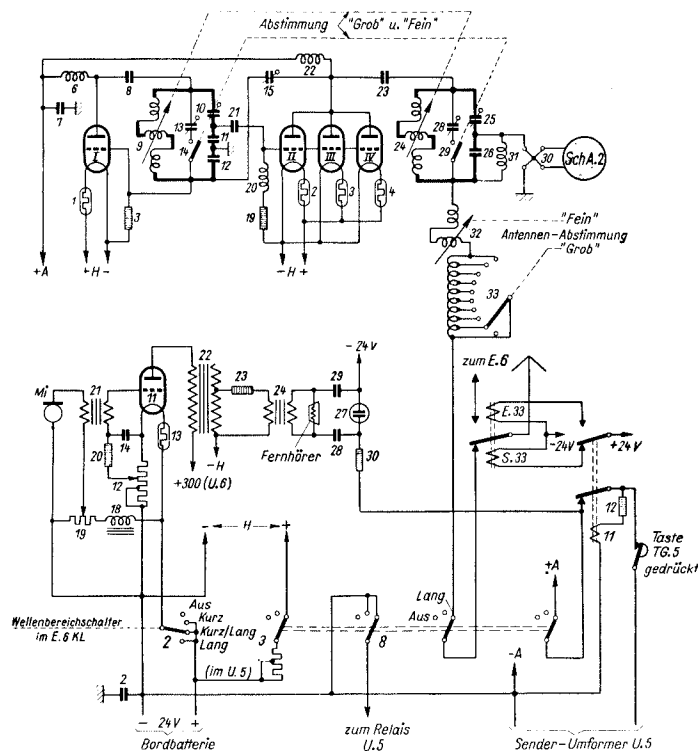

Abb. 6 Schaltplan zu Sender S. 7 KL, Lang.
Für Inbetriebsetzung des Langwellenteils von Sender S. 7 KL ist der Wellenbereich-Schalter am Sender-Schaltteil auf Stellung „Lang“ zu schalten (vergl. Abb. 6).
In dem Schaltbild (Abb. 6) gekennzeichneten Anschlußstellen für Mikrofon — Erstwicklung des Übertragers (21) und Telefon-Zweitwicklung des Übertragers (24) — sind zu diesem Zweck die Mikrofone und Telefone der Besatzungsmitglieder in Parallelschaltung angeschlossen. Besondere hierbei erforderliche Schaltungsmaßnahmen, die aus Gründen der Übersichtlichkeit in Abb. 6 nicht skizziert sind, können hinsichtlich ihrer Wirkung aus der Verkehrsordnung ersehen werden (s. Seite 27).